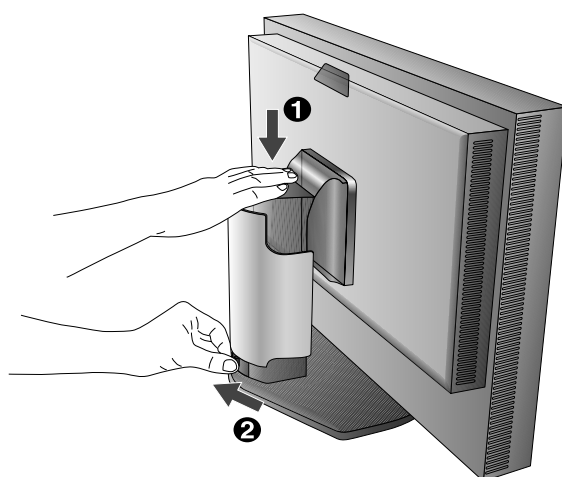

图 B.1
3. 高度调节由锁定按钮锁定。把手掌放在显示器立架的顶部，将显示屏按下至最低位置。滑动锁定按钮解锁（图 B.1）。